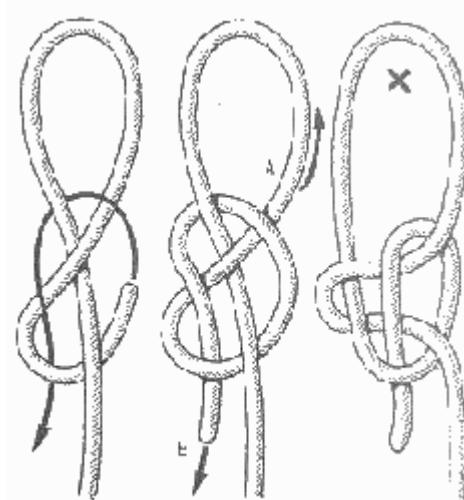

Рис. 117. Крабья петли
**Крабья петля, или затягивающийся огонь** (рис. 117). Особенность этого узла состоит в том, что он может работать в двух качествах: затягивающаяся петля или незатягивающаяся петля. Если концы крабьего узла в точках, отмеченных буквами А и Б, резко и сильно потянуть в разные стороны, указанные стрелками, узел перестает быть затягивающимся. Принимая форму, показанную на третьем справа положении на рисунке, узел больше не затягивается, его петля становится постоянной.